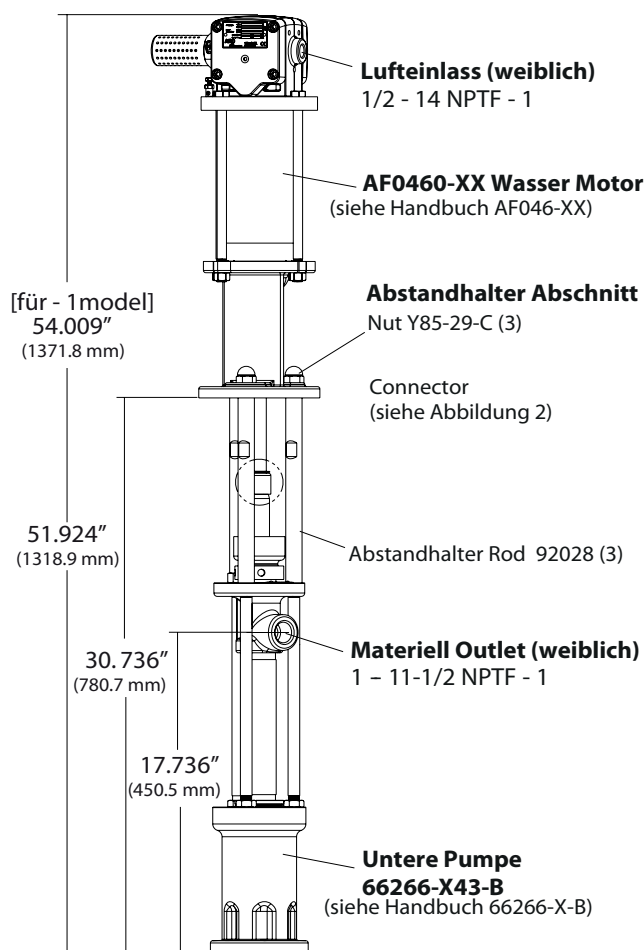

ABBILDUNG 1
- Entfernen Sie die drei Nüsse (Y85-29-C) aus drei Abstandhalter-Stäbe (siehe Abbildung 1).